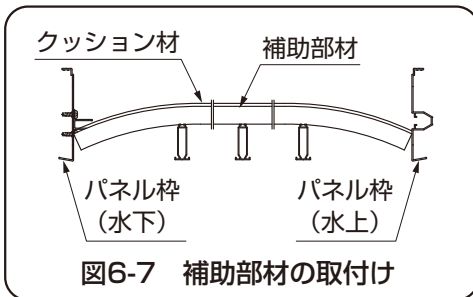

図6-7 補助部材の取付け
- 両端部のパネル差込みのため、補助部材の両端部はたわませてパネル枠に固定します。（図6-7参照）